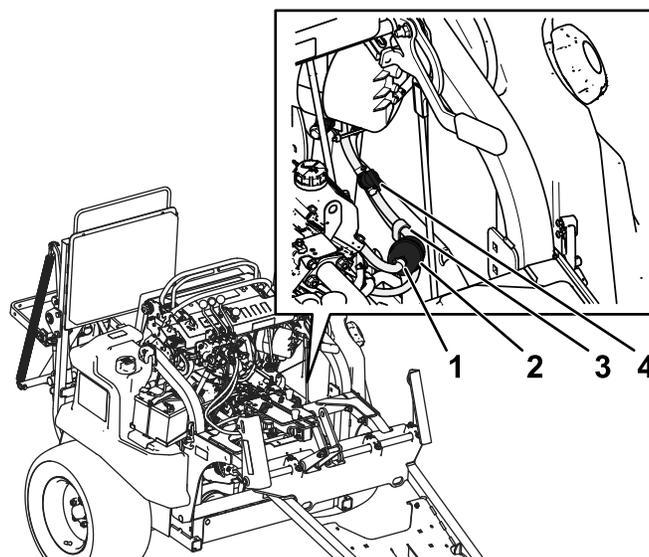

図 85
8. 燃料フィルタの戦後で燃料ラインにクランプを掛ける **図 85**。
9. 古いフィルタのクランプをゆるめて脇に寄せる **図 85**。